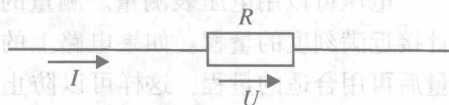

图 1.1.6 欧姆定律
1. 欧姆定律 欧姆定律如图 1.1.6 所示。导体两端有电压，导体中就有电流。导体中电流跟导体两端所加的电压和导体的电阻的关系，可用欧姆定律来描述，即导体中的电流跟它两端的电压成正比，跟它的电阻成反比。